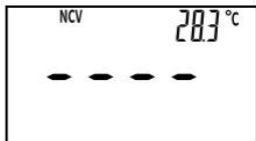

Figure 4
2. Bringen Sie den NCV-Sensor an der Markierung „“ auf der Messzange in die Nähe des zu prüfenden Objekts. Wenn das Messgerät ein durch Wechsellspannung erzeugtes elektrisches Feld erkennt, blinkt die rote LED am Messgerät und das Messgerät zeigt die Intensität des erkannten elektrischen Feldes an. Die Intensität des detektierten elektrischen Feldes wird durch die Anzahl der Segmente des Balkendiagramms in der vertikalen Mitte des Displays (siehe Abbildung 4), die Blinkfrequenz der roten LED und die Frequenz des eingebauten Summers angezeigt. Je höher die Intensität des elektrischen Feldes ist, desto größer ist die Anzahl der auf dem Display angezeigten Balkensegmente, desto schneller blinkt die rote LED und desto schneller ertönt der Summer.